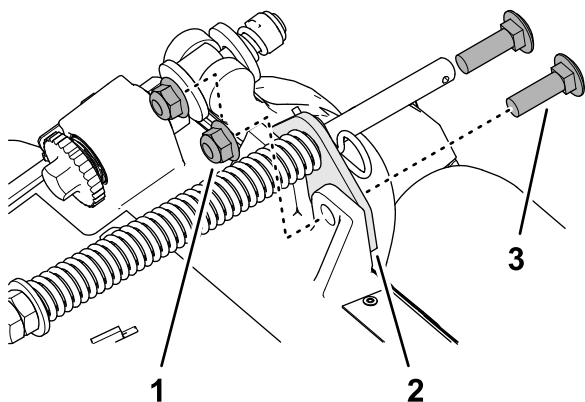

Figure 13
2. Retirez les 2 contre-écrous à embase (3/8") et 2 boulons de carrosserie (3/8" x 1 1/4") qui fixent le support du compensateur au cadre de l'unité de coupe (Figure 13).